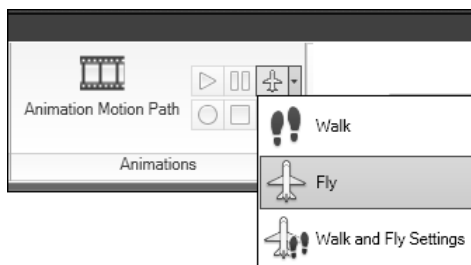

Рис. 8.9. Панель инструментов **Animations** на ленте
1. Откройте на ленте вкладку **Render** (Визуализация) и перейдите на панель инструментов **Animations** (Анимация) (рис. 8.9).